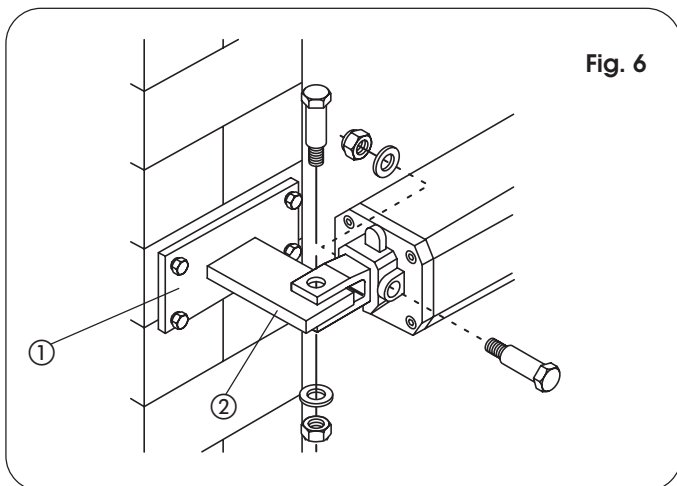

Fig. 6
- Si el pilar fuera de hierro suelde atentamente el empalme posterior (ref. ②, Fig. 6) directamente en el pilar.
- B) Fije al pilar, con tornillos y tacos, la placa empalme posterior (ref. ①, Fig. 6) y a continuación suelde atentamente el empalme posterior en la placa, tal y como se indica en la Fig. 6.
- 2) Fije el operador al empalme posterior por medio de los tornillos suministrados en dotación (Fig.6).